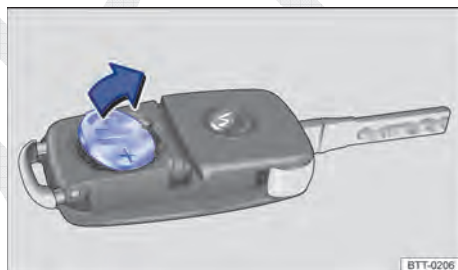

Fig. 25 Chave do veículo com comando remoto: remover a bateria.
- Remover a bateria do alojamento da bateria com uma ferramenta adequada \Rightarrow Fig. 25.
- Posicionar a nova bateria conforme indicado \Rightarrow Fig. 25 e pressionar no sentido contrário ao da seta para dentro do alojamento da bateria \Rightarrow ①.